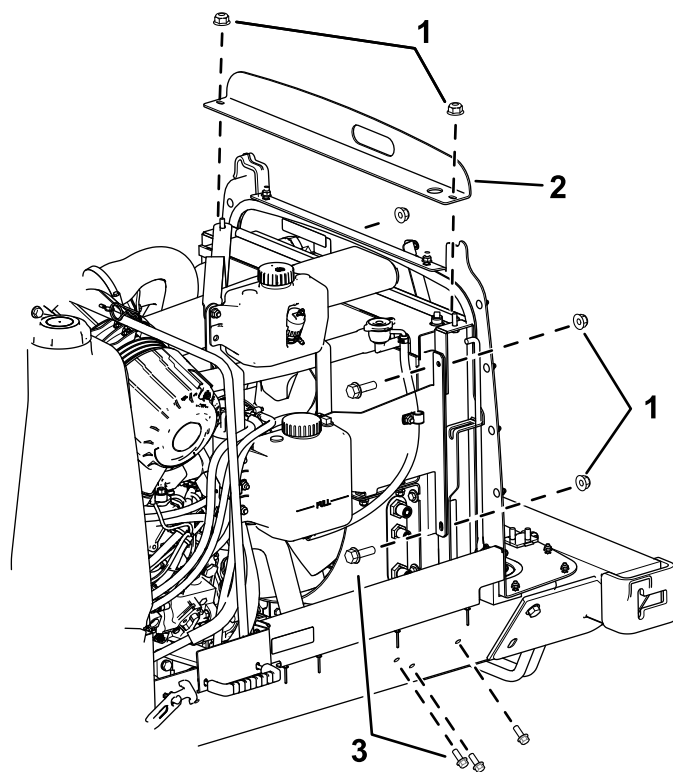

Figura 3
2. Remova o suporte do radiador na parte superior do radiador (Figura 3).
3. Retire os dois parafusos de cada lado do radiador (Figura 3).
4. Remova os três parafusos na parte inferior do radiador em cada lado (Figura 3).
7. Eleve o radiador, deslize o novo suporte do radiador sob o radiador e prenda-o com os parafusos removidos em Figura 3.